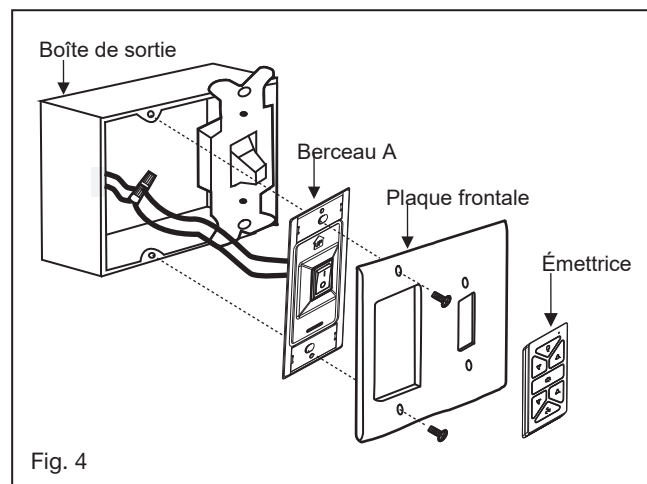

Fig. 4
- 2 Connectez les fils noirs du commutateur dans le berceau A aux fils noirs dans le boîtier de commutation. Fil d'entrée chaud vers l'un des fils du commutateur du socle. Le fil d'alimentation du ventilateur est connecté au fil de l'interrupteur restant. (Fig. 4)